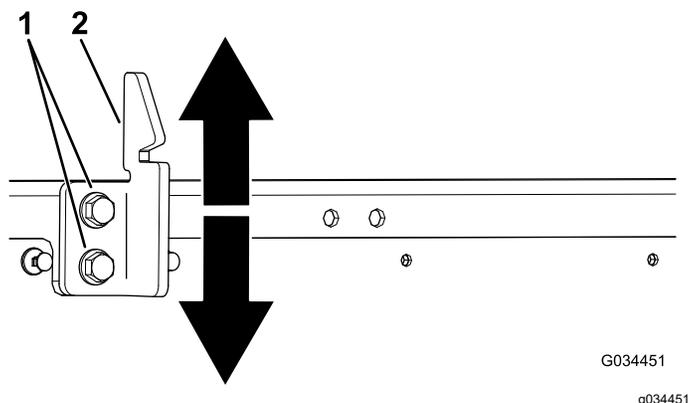

Figure 57
3. Desserrez les 2 boulons sur la gâche du loquet et montez ou descendez la gâche selon qu'elle est trop haute ou trop basse (Figure 57).
4. Serrez les 2 boulons de la gâche du loquet du plateau (Figure 57).